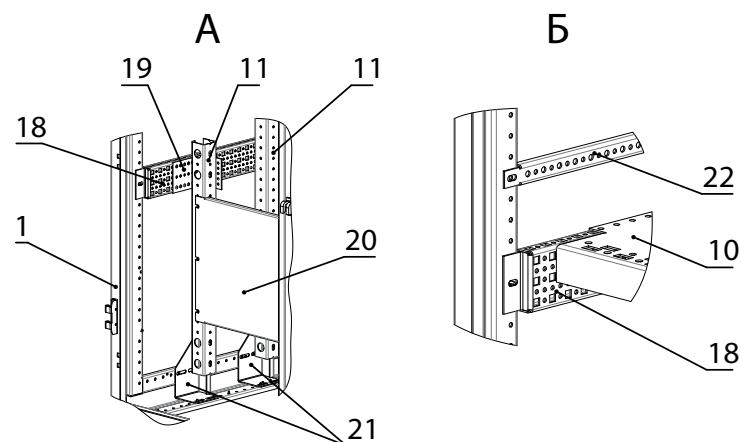

Рис. 3.1. Конструкция шкафа серии STD.
Основной конструкцией шкафов (рис. 3.1) является сварной **каркас** (1), обеспечивающий жесткость и устойчивость шкафа при монтаже оборудования.